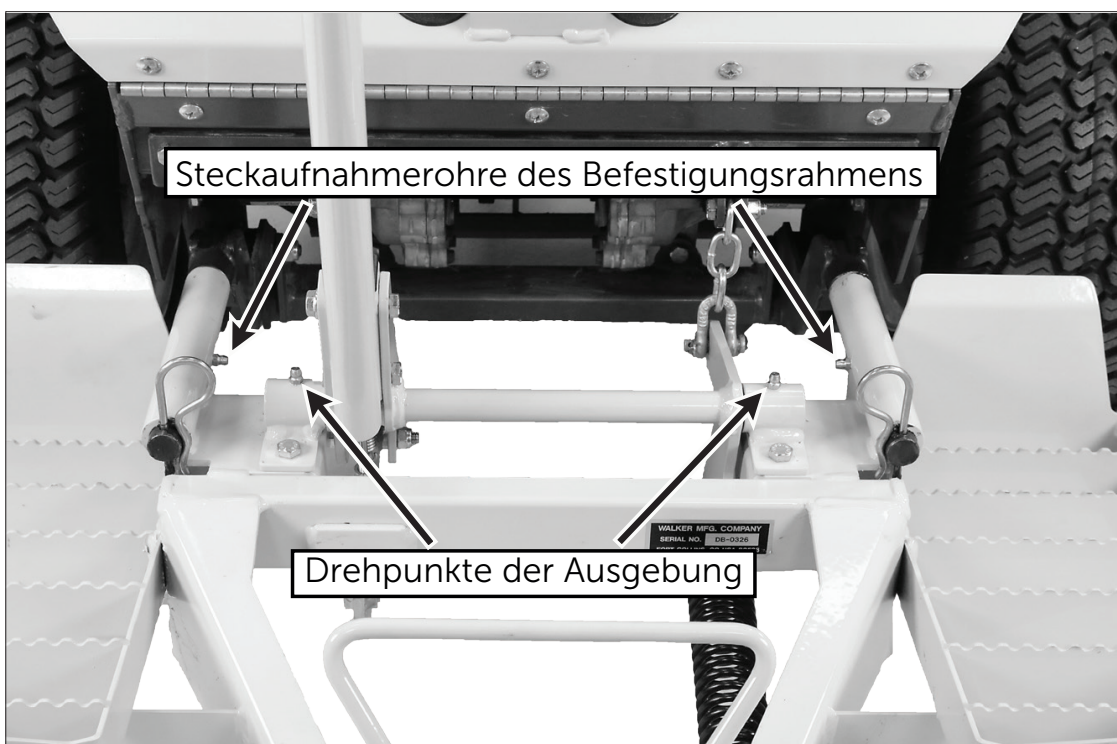

Abb. 8.1
1. Fetten Sie die folgenden Schmierstellen (Abbildung 8.1) alle 25 Betriebsstunden ab: